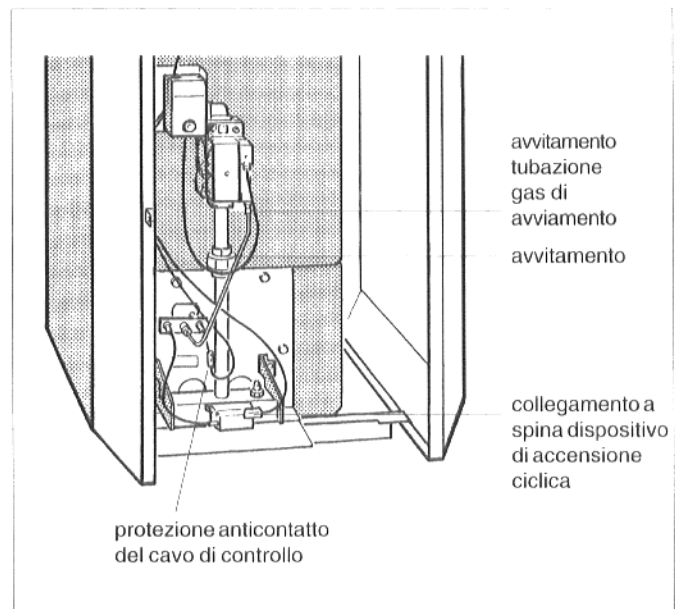

Fig.. 42: Bruciatore gas
- Allentare l'avvitamento della tubazione gas di accensione all'apparecchiatura (Fig. 42).
- Separare il bruciatore gas all'avvitamento dell'apparecchiatura (Fig. 42).
- Togliere la protezione anticontatto dal cavo di controllo ed allentare il collegamento a spina (Fig. 42).
- Allentare il collegamento a spina al dispositivo di accensione ciclica (Fig. 42).